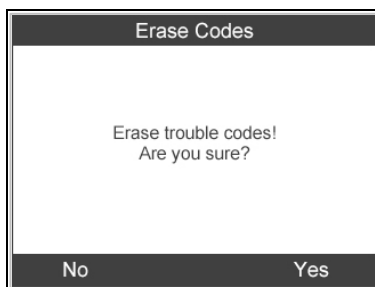

Figure 6.6
- 2) Un écran de confirmation s'affiche. Appuyer sur le bouton correspondant **FONCTION « Oui »** pour poursuivre. Sinon, appuyer sur le bouton correspondant **FONCTION « NON »** pour quitter. (Figure 6.6)